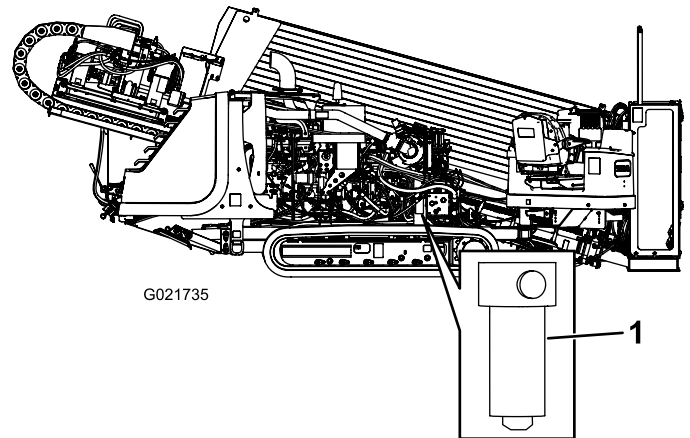

Figura 148
4. Com uma chave saca-filtro, remova o filtro de pressão hidráulica (Figura 148).